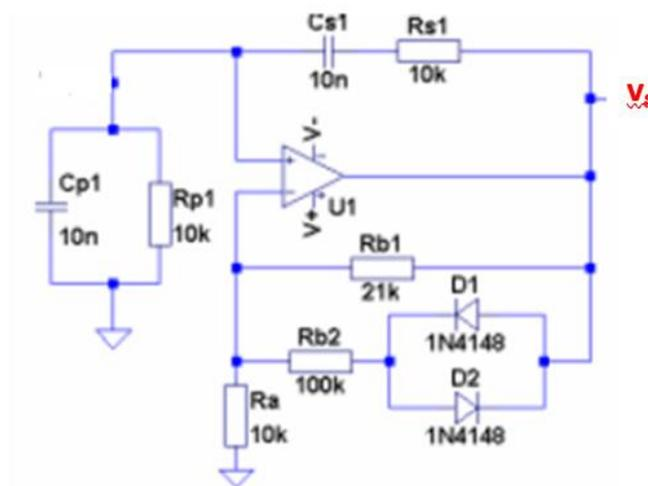

Fig.5.1 - Oscilador com Ponte de Wien com CAG
a) No circuito da Fig. 5.1 observe no osciloscópio o sinal em  $V_s$ .